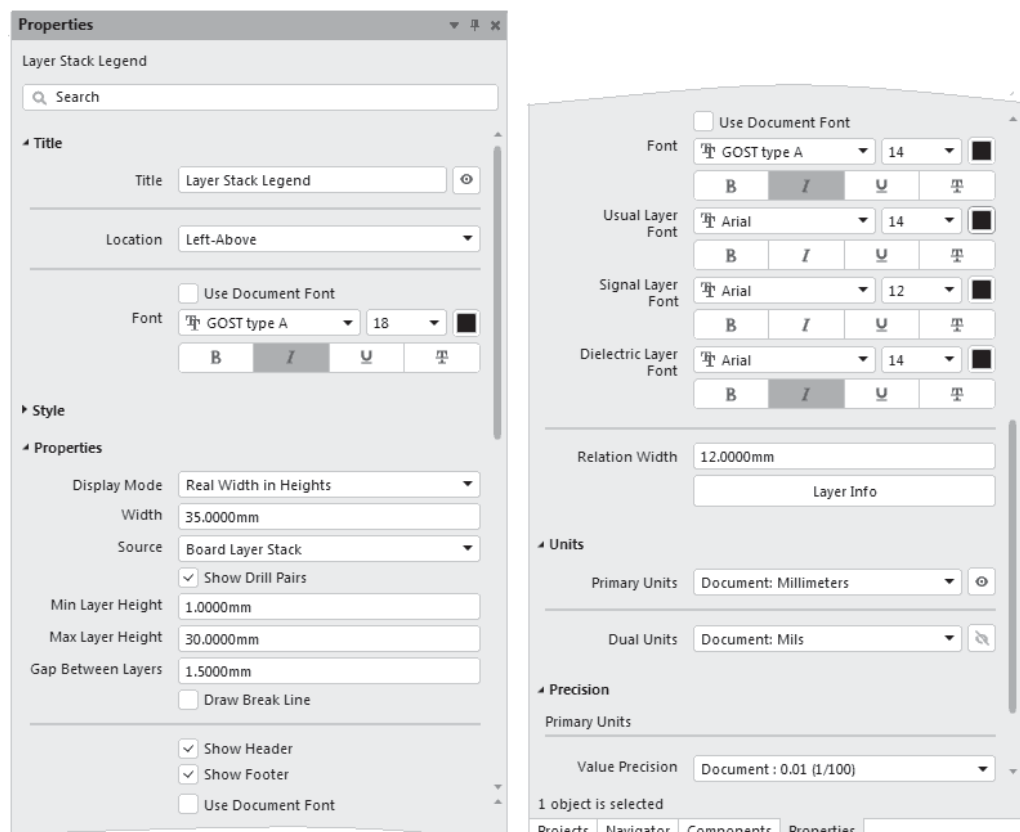

Рис. 12.24. Настройка «легенды» структуры слоев
Функции редактирования свойств сосредоточены в области **Layer Stack Legend** панели **Properties** (рис. 12.24, *слева*):
- в секции настройки шрифтов (рис. 12.24, *справа*) назначьте шрифт **GOST Type A**, кегль **14**, курсив (*I*), цвет черный для следующих элементов: